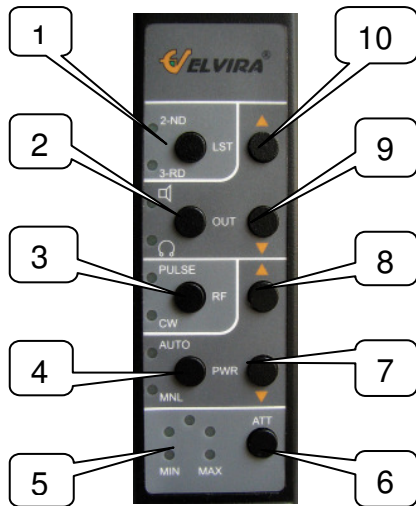

Рис. 4
4.3. Пульт управления с источником питания предназначен для управления работой обнаружителя и питания устройства. В корпусе расположена плата управления, кнопки управления режимами работы, светодиоды индикации рабочих режимов и аккумуляторная батарея. Одновременно, корпус выполняет функции ручки. Кнопки управления по функциональному признаку разделены на две группы: «AUDIO», расположенная в верхней половине пульта, и «POWER RF», занимающая его нижнюю половину. Пульт управления показан на рис.4.
на пульте управления соответствующую кнопку (см. 2 на рис.4) и включить беспроводные телефоны (в соответствии с их инструкцией по эксплуатации).